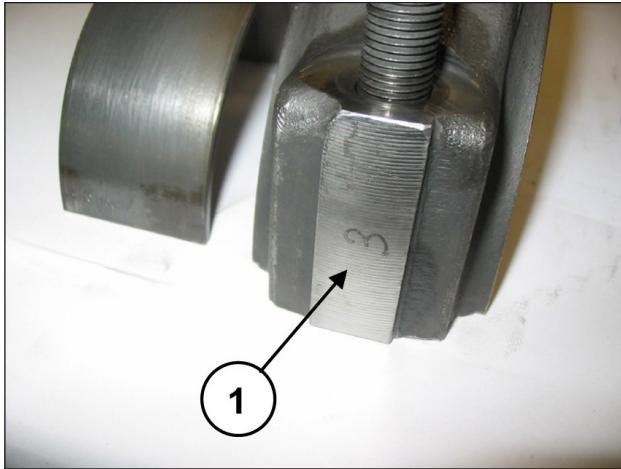
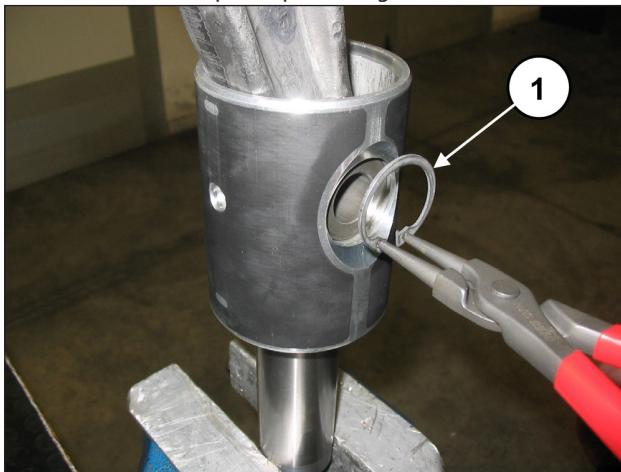

Fig. 34
Fig. 35
Remova os dois anéis elásticos de bloqueio do pino, usando uma ferramenta adequada (pos. ①, Fig. 34).
Solte o pino (pos. ①, Fig. 35) e forneça a extração da haste (pos. ①, Fig. 36).
Insira a haste na guia do pistão (pos. ①, Fig. 36) e, em seguida, insira o pino (pos. ①, Fig. 35). Aplique os dois anéis elásticos de desembalar com a ferramenta adequada (pos. ①, Fig. 34).